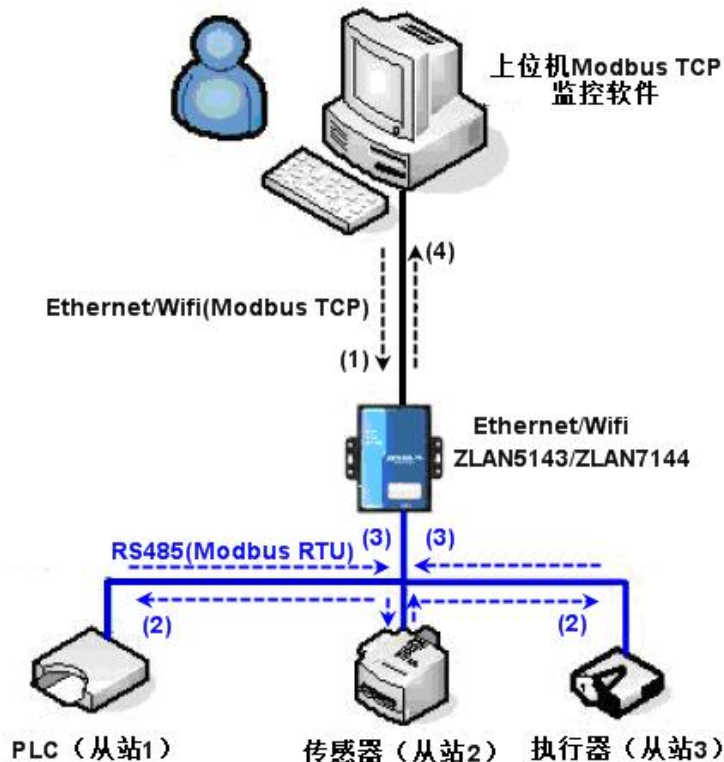

图 46 存储型 Modbus 网关工作方式
如图 46 所示：普通的 Modbus TCP 数据流方向为 (1)  $\rightarrow$  (2)  $\rightarrow$  (3)  $\rightarrow$  (4)。即先将 Modbus TCP 指令转化为 Modbus RTU 的对应指令，然后设备应答 Modbus RTU 指令给 Modbus 网关，然后 Modbus 网关再次转化为 Modbus TCP 发送给监控上位机。